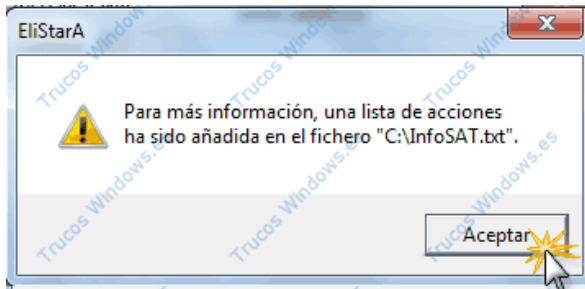

FIGURA 14
11. Una vez acabado el análisis puedes cerrar la ventana del programa, apareciendo esta ventana en la que tan solo deberás hacer clic en Aceptar (Figura 14).